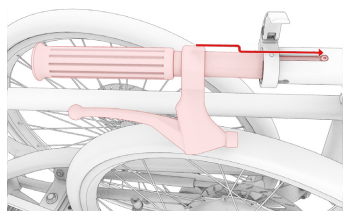

Abb. 1.2
- ① Entnehmen Sie Ihr VELLO Bike vertikal (nach oben) der Transportverpackung. Stellen Sie das VELLO Bike auf den Boden.
- ② Öffnen Sie den Kabelbinder am Steuerrohr mit einer kleinen Zange und entnehmen Sie dem Kunststoffbeutel den Sicherungssplint.
- ③ Öffnen Sie die Kabelbinder mit denen die beiden Lenkerenden an den Laufrädern gesichert sind.
- ④ Setzen Sie die beiden Lenkerenden in das horizontale Hauptrohr ein (Abb. 1.1). Achten Sie dabei auf die richtige Position der Lenkerenden. Die Führungsstifte an der Unterseite der Lenkerenden müssen in die Führungsschlitze des Hauptrohrs geführt werden. Schieben Sie die Lenkerenden bis zum Anschlag ins Hauptrohr und schließen Sie die roten Schnellspanner (Abb. 1.2 + 1.3)